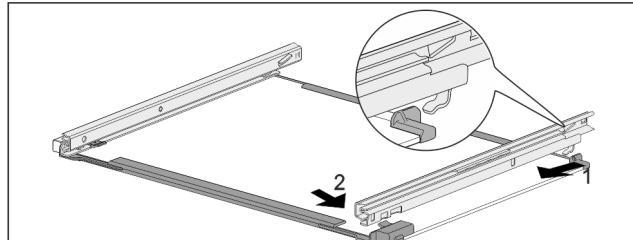

Fig. 192 Стъклена плоча с релси
- Закачете релсата отзад. Fig. 192 (1)
- Фиксирайте релсата отпред. Fig. 192 (2)